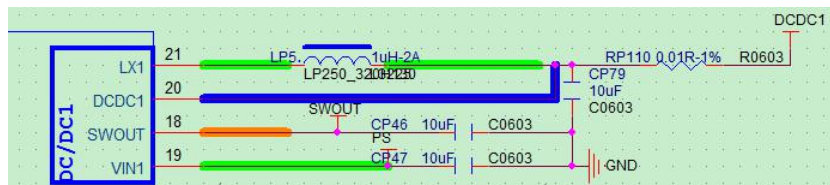

图 2-7 DCDC1 反馈走线设计
- DCDC1 脚不仅作为 DCDC1 的反馈脚，同时也是 SWOUT 电源的输入脚，因此在 PCB 走线时需要根据负载加宽线宽，至少保证≥20mil。如图 2-7 所示：